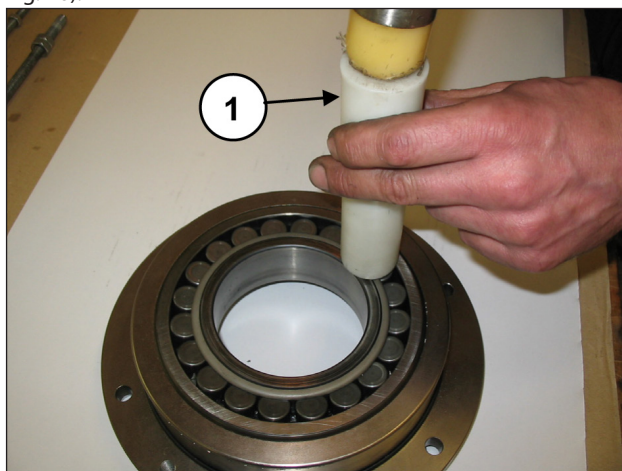

Fig. 26
Apoie o eixo de manivela no fundo do carter. Separe a cobertura do porta-rolamento do rolamento, mediante o uso de um mecanismo de percussão (pos. ①, Fig. 26).